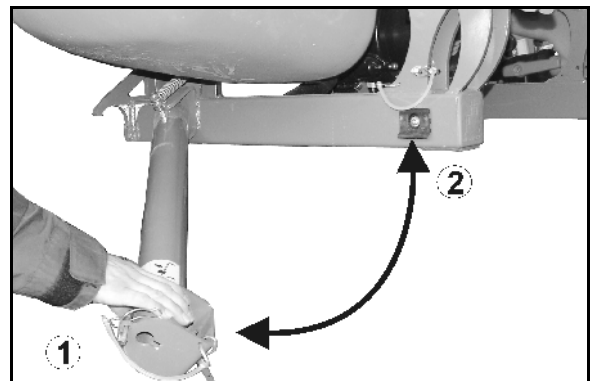

図 27
- 後方の (図 27/1) パーキング位置に旋回させます。
- 前方の (図 27/2) 走行位置に旋回させます。